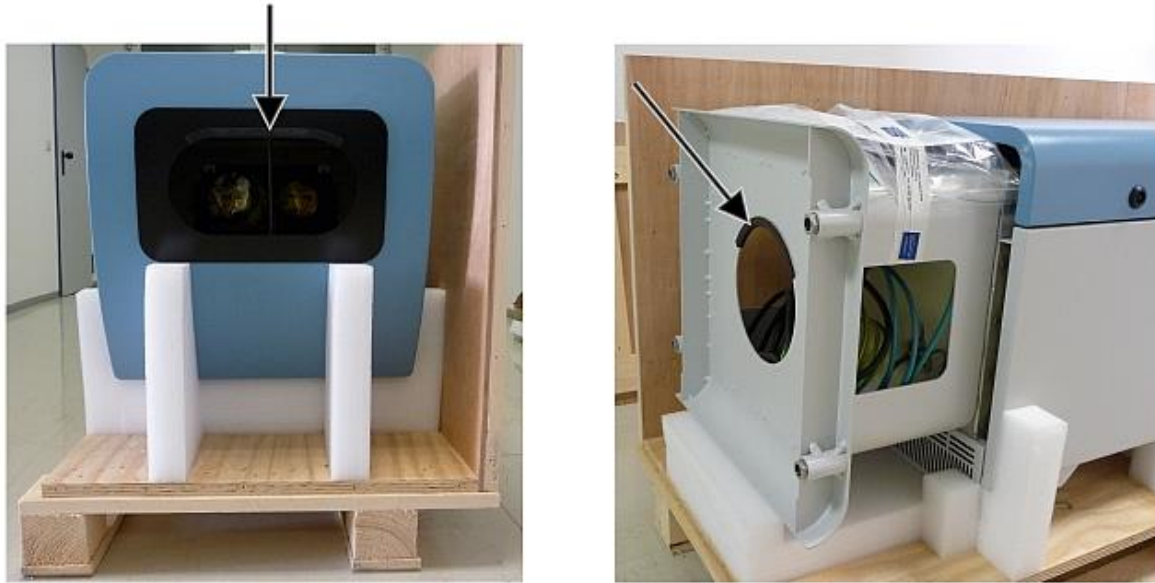

Figura 7 Posizioni di sollevamento e protezione per la presa (profilo di protezione del bordo).
- ⇒ Sollevare con cautela il nefoipsometro CHM 15k manualmente dagli elementi in polistirolo osservando tutte le disposizioni di sicurezza (posizioni di sollevamento: Figura 7).
- ⇒ Trasporto manuale: afferrare l'apparecchio per le aperture indicate dalle frecce (Figura 7)